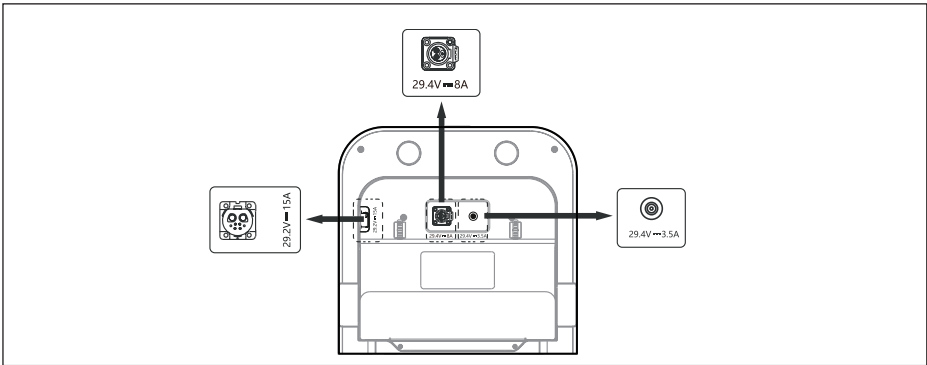

Рис. 1
1. При подключении адаптера питания к зарядной станции убедитесь в соответствии маркировки интерфейса на зарядной станции и модели адаптера питания (см. рис. 1). Подключайте только один адаптер за раз. Не подключайте два или более адаптеров одновременно.